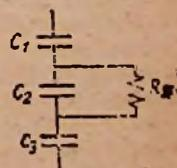

Abb. 2
spannung ungefähr dem 3fachen Wert der Wechselspannung gleichwertig ist. Ein Kondensator von gleicher Spannungsfestigkeit muß entweder mit 1000 V Wechselspannung oder 3000 V Gleichspannung geprüft sein. Die Erklärung hierfür liegt in der Ungleichmäßigkeit des geschichteten Isoliermaterials. In der Abb. 2 sind beispielsweise drei Isolierschichten durch die Kondensatoren C1, C2, C3 dargestellt. Sind alle drei Schichten gleichwertig gut isoliert, so entfällt auf jede Isolierungsschicht ein Drittel der angelegten Spannung. Hat jedoch die mittlere Schicht einen merklichen Isolierungsfehler, wie er durch den Widerstand R2 angedeutet ist, so wird
Bei Messung des Isolationsstroms mit Gleichspannung von 100 ... 200 V zeigt sich, daß nach Abklingen des Ladestroms dieser dauernd sinkt, und zwar in so beträchtlichem Maße, daß er nach Ablauf der ersten Minute schon auf den zehnten Teil des Anfangswertes zurückgegangen ist. In den weiteren zehn Minuten fällt er sogar auf den hundertsten Teil des Anfangswertes. Die Erklärung hierfür ergibt sich ebenfalls aus Abb. 2. Auch bei gesunden Kabeln, Leitungen, Kondensatoren usw. erfolgt die Aufladung der Isolierschichten über die hohen Widerstände der anderen Isolierschichten. Auch der beste Kondensator (Leitung, Kabel) mit festem Dielektrikum (Isoliermittel) hat einen Verlustwiderstand. In der Abb. 2 ist dieser bei den Kondensatoren  $C_1$  und  $C_2$  der Anschaulichkeit halber weggelassen worden. Da bei Wechselstrom von 50 Hz der Strom in der gleichen Richtung nur während  $\frac{1}{100}$  Sekunde fließt, so ist der Isolationsstrom bei dieser Stromart um ein Vielfaches höher als bei Gleichstrom. Bei den Leitungsnetzen, wie sie in allen Kulturstaaten vorhanden sind, ist dies ein nicht zu vernachlässigender Faktor.
Links: Abb. 1 ungefähre Arbeitszeit für die Verlegung von Rohrdrabt in min/m. Mitte: Abb. 2 ungefähre Arbeitszeit für das Einziehen von Draht in Isolierrohre in min/m. Rechts: Abb. 3 ungefähre Arbeitszeit in Minuten für das Verlegen von Isolierdrabt pro Meter (ohne Draht einziehen) (Zeichnungen: Hennig (6))
Links: Abb. 1 Feststellung der Polarität des Instrumentes. Mitte: Abb. 2 Messung des Eigenverbrauches des Meßinstrumentes. Rechts: Abb. 3 Ermittlung der Spannung bei Vollausschlag
Zur Feststellung des Eigenverbrauches des Instrumentes dient die Meßanordnung nach Abb. 2. Dazu ist ein Vergleichsinstrument erforderlich, das auf einen Meßbereich von wenigen Milliampere eingestellt wird. Um zu verhüten, daß das zu untersuchende Instrument beschädigt wird, schaltet man in den Stromkreis, der von einer 2 ... 6-Volt-Batterie gespeist wird, einen Festwiderstand von 20 ... 50 kOhm und einen veränderlichen Widerstand von 5 ... 10 kOhm ein, der voll eingeschaltet ist. Der Festwiderstand kann dann durch kleinere Widerstände ersetzt werden, bis die Gefahr eines zu großen Ausschlages be-